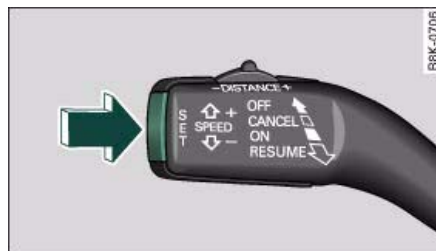

Fig. 111 Palanca de mando: Memorizar la velocidad
- Pulse la tecla (SET) -flecha- ⇒ fig. 111 para programar la velocidad deseada.
Puede aumentar la velocidad, en cualquier momento, pisando el acelerador. Al soltar el pedal del acelerador, el sistema establecerá de nuevo la velocidad programada anteriormente. Pulsando la tecla (SET) ⇒ *página 106*, fig. 111 se puede programar la velocidad deseada en cualquier momento. ■